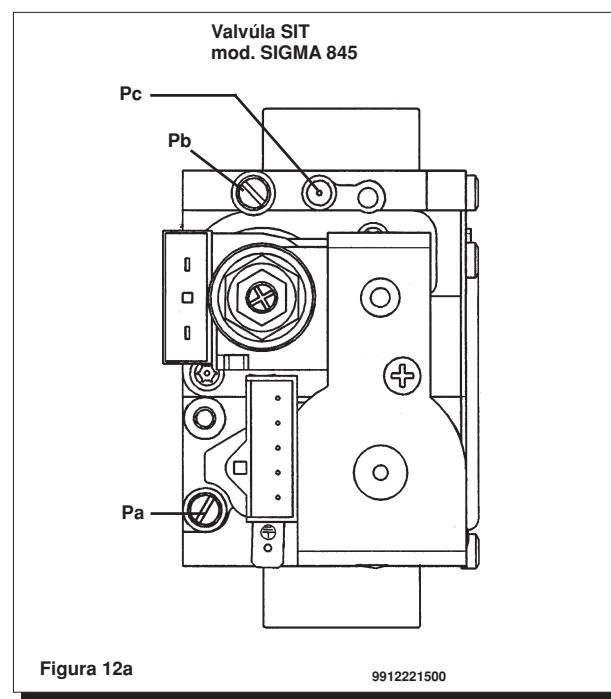
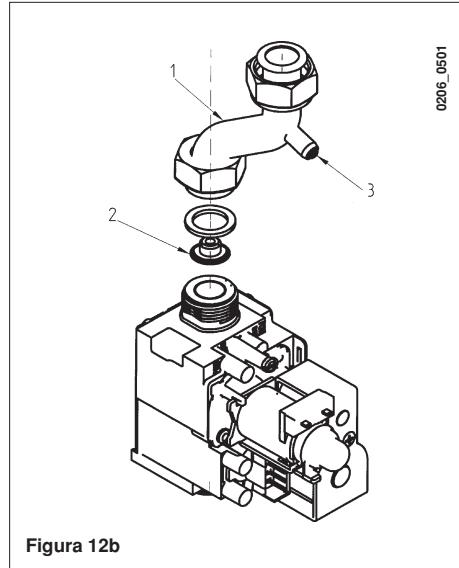

Figura 12a
Figura 12b
- remova o tubo de alimentação do gás (1, figura 12b);
- substitua o bico do diafragma montado na válvula a gás (2);
- conecte a tomada de pressão positiva de um manómetro diferencial, possivelmente de água, à tomada de pressão (Pb) da válvula do gás (figura 12a). Para os modelos 240 i, utilize a tomada de pressão (3) do tubo de alimentação do gás. Conecte, apenas para os modelos com câmara estanque, a tomada negativa do mesmo